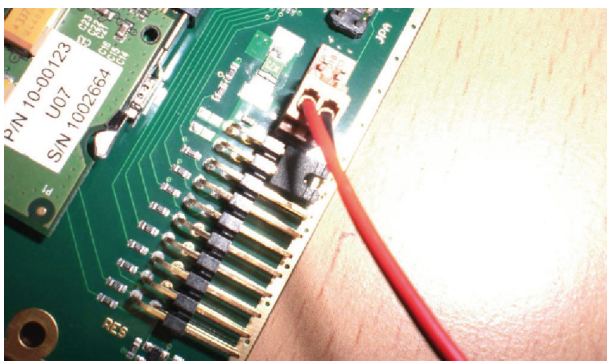

Abb. 69 Installation eines USB-2.0-Stand-alone-Moduls in Einbau-Chassis, Spannungsversorgung per Stromkabel
2. Stecken Sie die Stromkabel des Chassis-Netzteils in die Stiftleiste des USB-2.0-Stand-Alone-Moduls. Beachten Sie hierbei die Kabelfarben, siehe Abb. 69.